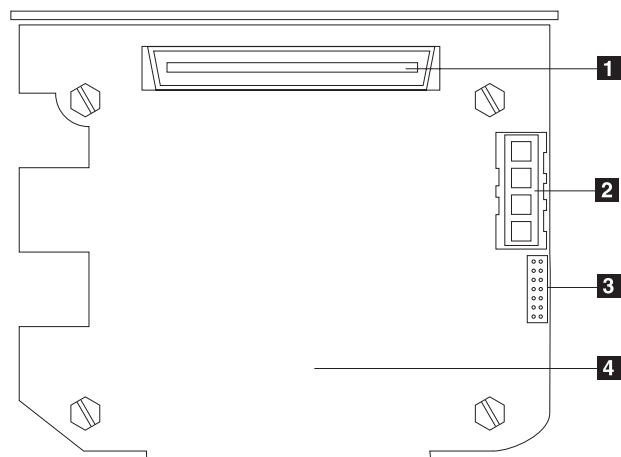

図 77. 3-Pack Expansion SCSI バックプレーン
- 2) このケーブルの一端を、新しい 3-Pack Expansion SCSI バックプレーン (161 ページの図 77 を参照) の SCSI ケーブル・コネクタに接続します。(これは、3-Pack Expansion SCSI バックプレーンの背面コネクタを、エンジン背面から見た図です。)
- 2) このケーブルの一端を、新しい 3-Pack Expansion SCSI バックプレーン (図 77 を参照) の SCSI ケーブル・コネクタに接続します。(これは、3-Pack Expansion SCSI バックプレーンの背面コネクタを、エンジン背面から見た図です。)
- 2) このケーブルを、新しい 3-Pack Expansion のバックプレーン上の SCSI 電源ケーブル・コネクタに接続します (コネクタの位置については 161 ページの図 77 を参照)。